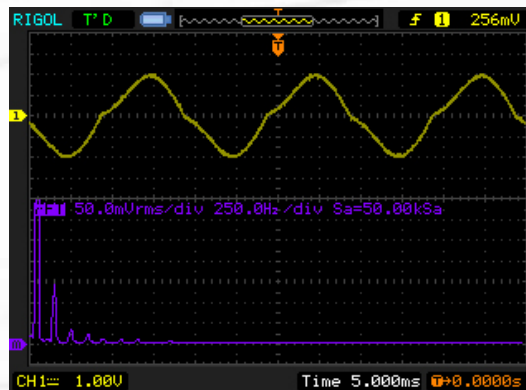

Abb. 4: Stromform und Harmonische einer 58 W-Leuchtstoffröhre mit KVG
In Abb. 4 ist (gemessen über einen Shunt) der Stromverlauf einer 58 W-Leuchtstoffröhre mit KVG dargestellt (gelbe Kurve, obere Bildhälfte). Die Form des Stromes weicht deutlich von der idealen Sinusform ab.
Allerdings fällt im Gegensatz zu Abb. 4 auf, dass
- die 3. Harmonische sehr viel kleiner ist als in Abb. 4